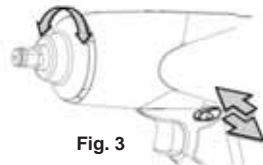

Fig. 3
4. Per invertire la macchina (vedere fig. 3), usare l'asta avanti/indietro sull'unità dell'avvitatore. Le direzioni di rotazione sono indicate anche sulla faccia della barra.